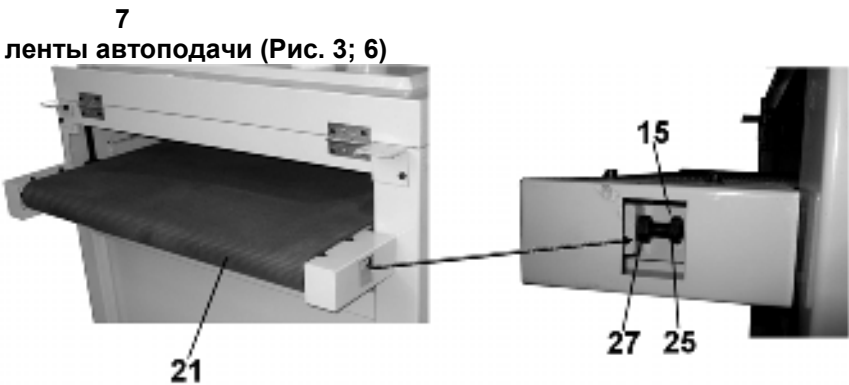

Рис. 6
10.1.3. Регулировка увеличения или уменьшения натяжения транспортёрной ленты (21) осуществляется вращением болта (25) в соответствующую сторону, предварительно ослабив гайку (27), Рис.6. Станок гаечным ключом не комплектуется.
10.1.4. Регулировка смещения транспортёрной ленты (21) осуществляется путем увеличения или уменьшения её натяжения регулировочными болтами (25). Например, при смещении вправо натяните левую сторону или ослабьте правую. Излишне сильное натяжение транспортёрной ленты (21) может привести к поломке, Рис.6.